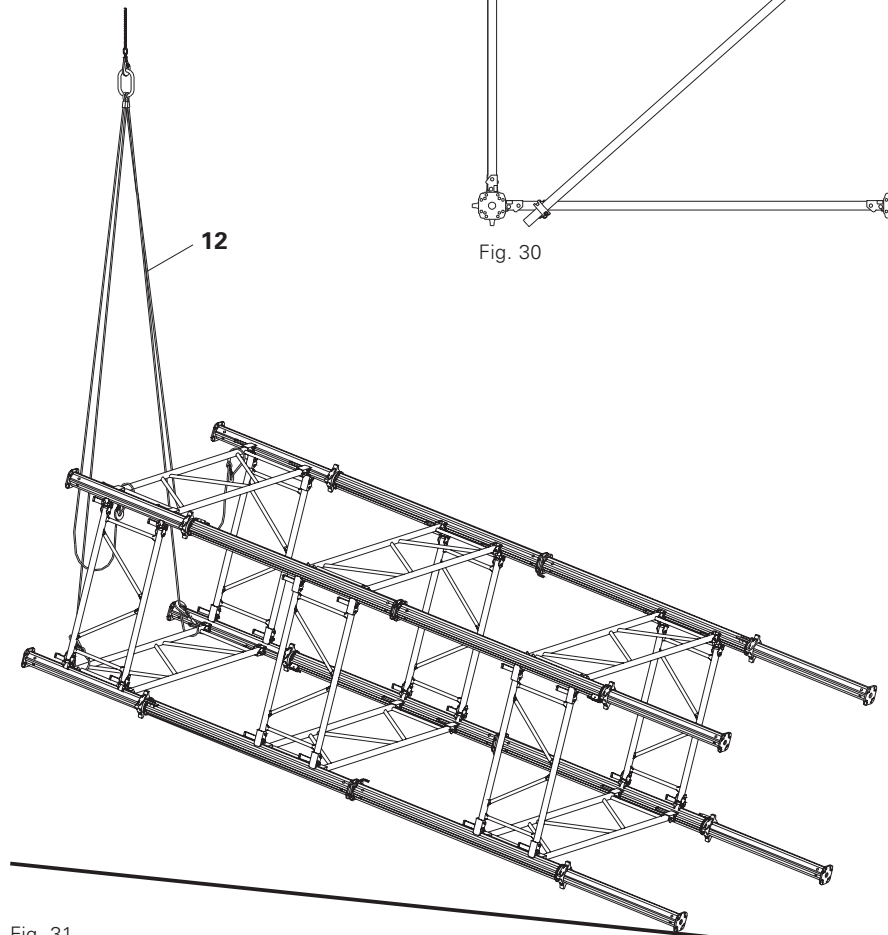

Fig. 31
1. Enganchar las 4 eslingas (12) en dos bastidores opuestos de la fila superior.
6. Desenganchar los elementos de izado. (Fig. 31)